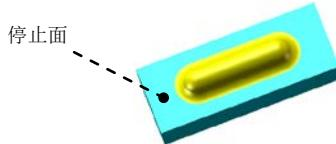

图 7.11 成形工具 1
Step7. 创建图 7.11 所示的零件特征——成形工具 1。
- (1) 选择命令。选择下拉菜单 **插入(I)** → **钣金(B)** → **成形工具** 命令。
- (2) 定义成形工具属性。选取图 7.11 所示的模型表面为成形工具的停止面。
- (3) 单击 按钮，完成成形工具 1 的创建。